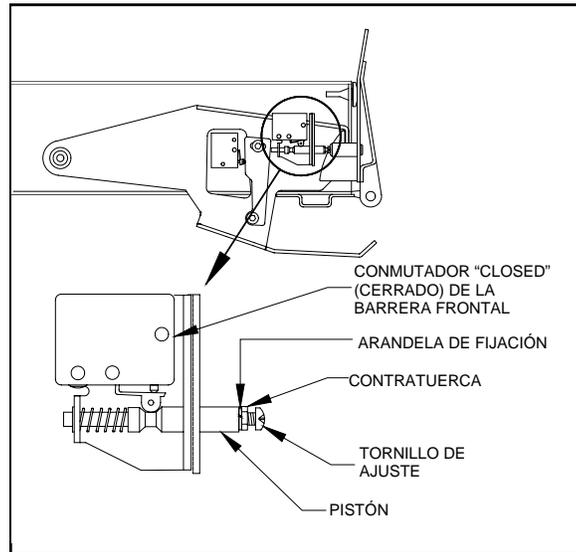

FIGURA 4-7: AJUSTE DEL CONMUTADR "CLOSED"
- 6) Consulte la **Figura 4-7**. Ajuste el conmutador "Closed" (Cerrado) aflojando la contratuerca y girando el tornillo de ajuste que sobresale del extremo del pistón. La vista ampliada muestra la posición del pistón cuando la barrera frontal está abierta. El pistón deberá desplazarse a la posición que se muestra en la vista superior cuando la barrera frontal está cerrada. Ajuste el tornillo de forma que el rodillo del conmutador esté en el diámetro exterior del pistón cuando la barrera frontal está cerrada. Vuelva a apretar la contratuerca.